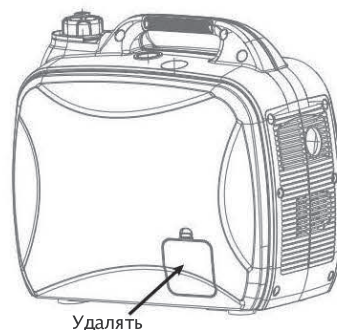

Рисунок 2-6. Снимите боковую крышку
2. Снимите боковую крышку. Смотрите рисунок 2-6.